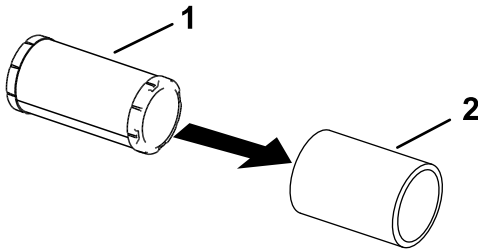

Bild 44
5. Trennen Sie den Schaumstoff- und Papiereinsatz (Bild 44).